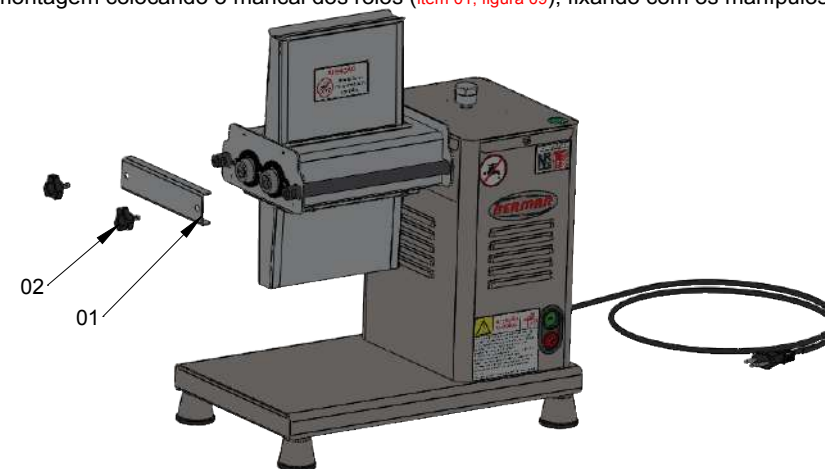

Figura 09
2.4.5 Finalize a montagem colocando o mancal dos rolos (item 01, figura 09), fixando com os manipuladores (item 02, figura 09).